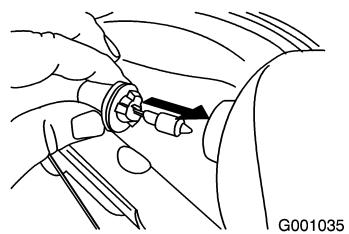

Figure 60
4. Insérez une ampoule neuve dans l'arrière du phare (Figure 60).